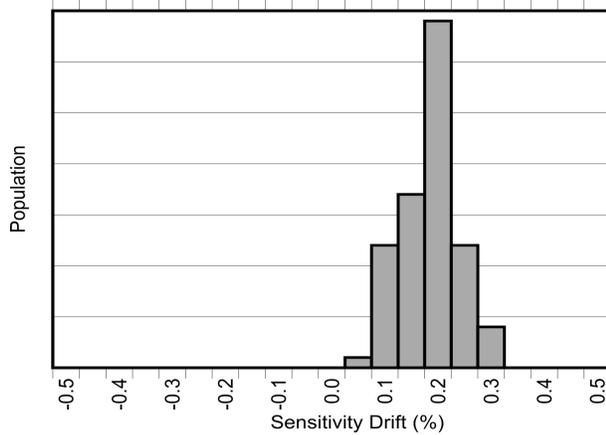
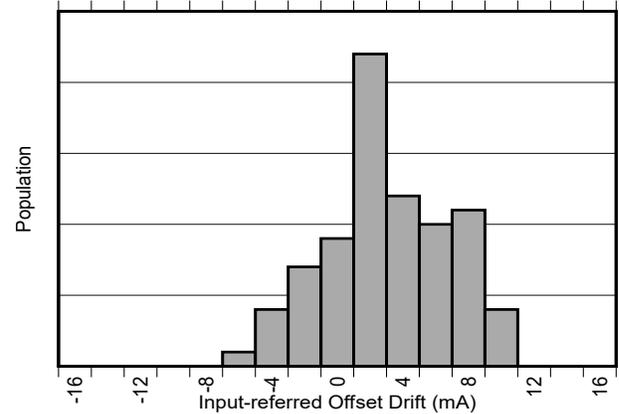

図 8-3. AEC-Q100 高温動作寿命ストレス テスト後の感度誤差ドリフト
図 8-4. AEC-Q100 高温動作寿命ストレス テスト後の入力換算オフセットドリフト
一般的な磁気電流センサでは、温度ドリフトが大きいことに加え、デバイスの寿命全体の経年劣化により、感度に 2%～3%のドリフトもさらに影響されます。TMCS1133 で温度ドリフトを低減するために使用されているのと同じ独自の補償技法も使用されます。これにより、特に動作温度が高いときに、ストレスや環境条件による経年変化による寿命ドリフトを大幅に低減できます。電気的特性に示すように、TMCS1133 は標準 3 ロットの AEC-Q100 認定において、130°C、相対湿度 (RH) 85% での高度加速ストレス試験 (HAST) の後、業界をリードする寿命感度ドリフトを実現しています。AEC-Q100 認定の規定に準じた 1000 時間に及ぶ 125°C の高温動作寿命ストレス テストの後、電気的特性で規定される範囲内の低感度およびオフセットのドリフトも確認されています。これらのテストは、デバイスの寿命全体での標準的な動作を模倣しており、標準的な磁気電流センサに比べて経年劣化によるデバイス性能の変動が大幅に改善されることを示しています。AEC-Q100 に規定されている 1000 時間 125°C 高温動作寿命ストレステスト後の感度およびオフセットドリフトを、図 8-3 および 図 8-4 に示します。デバイスの動作性能は、デバイスの寿命全体にわたって変化します。このテストは、デバイスの寿命全体にわたる標準的な動作を模倣しており、標準的な磁気センサに比べてデバイスが性能を大幅に向上する可能性があることを示しています。